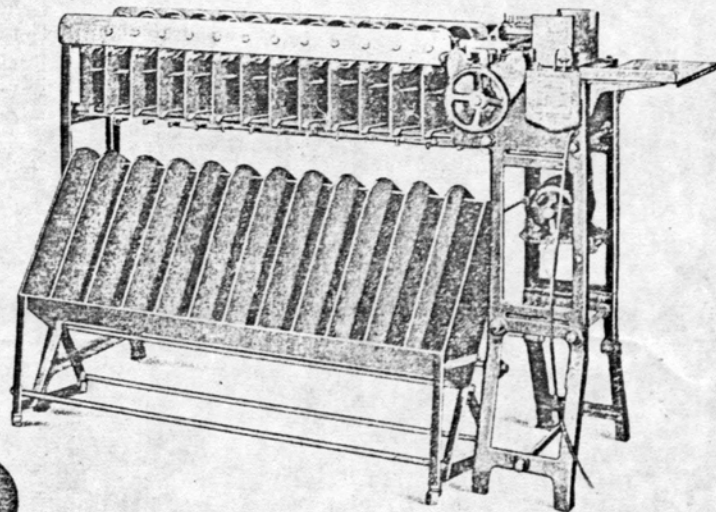

Fig. 9. — Trieuse Powers.
*Trieuse* (fig. 9). — La trieuse Powers est horizontale ; un chariot vient présenter au-dessus de la carte des « tiges sélectrices » dont une s'enfonce dans la perforation : à ce moment passe un rateau disposé de
(1) Reproduction d'un schéma obligeamment communiqué par les machines Hollerith.